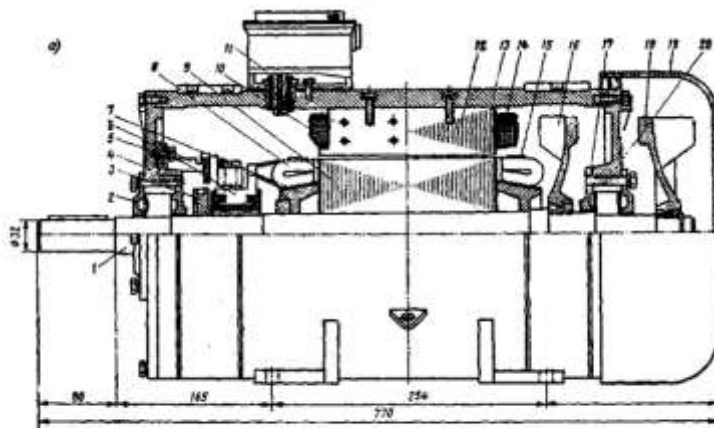

Рис. 4. Общий вид двигателя постоянного тока с высотой оси вращения  $h = 160$  мм.
7. Назовите элемент 10, изображённый на рис. 4.